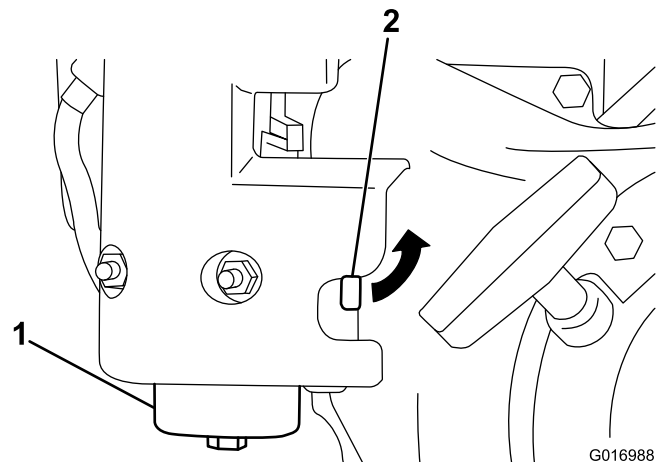

Figure 28
1. Fermez le robinet d'arrivée de carburant et dévissez la cuvette du corps du filtre (Figure 28).